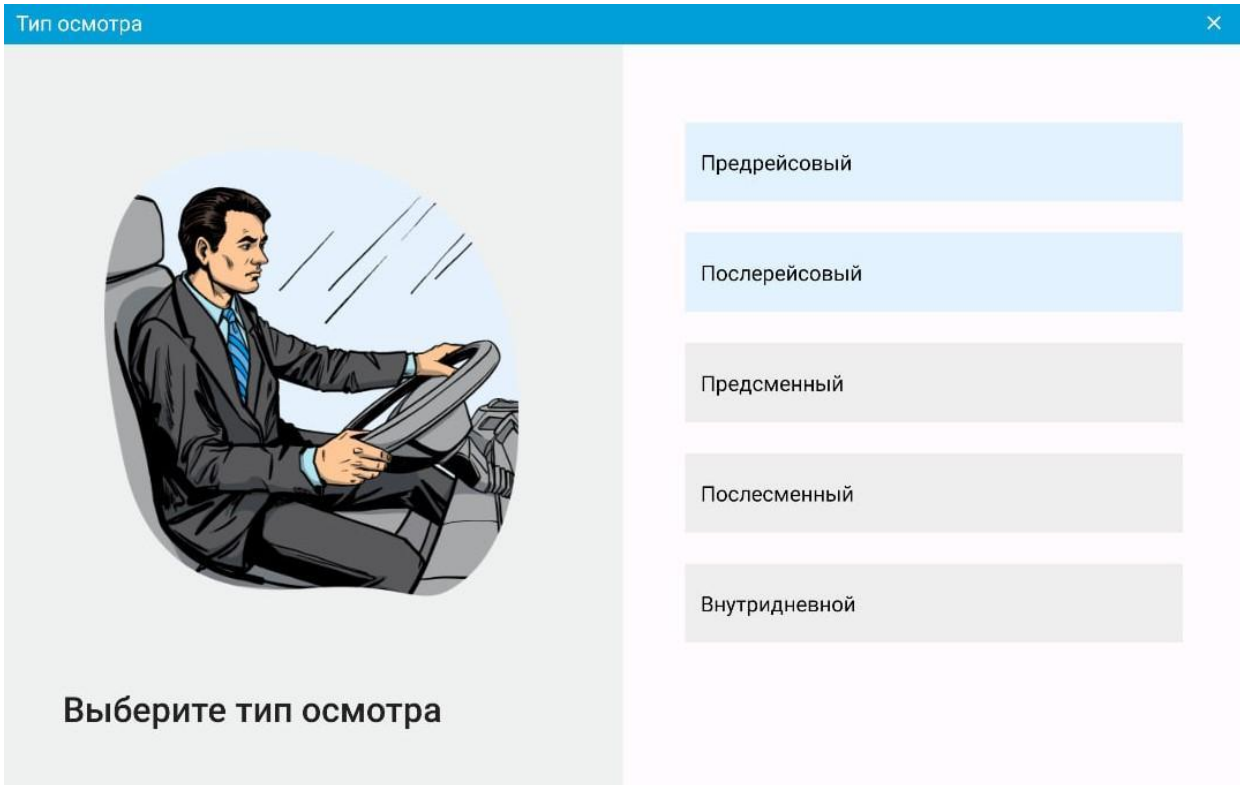

Рис. 28 Выбор типа медосмотра
2. Откроется экран выбора типа осмотра. Выберите необходимый тип медосмотра (рис.28)